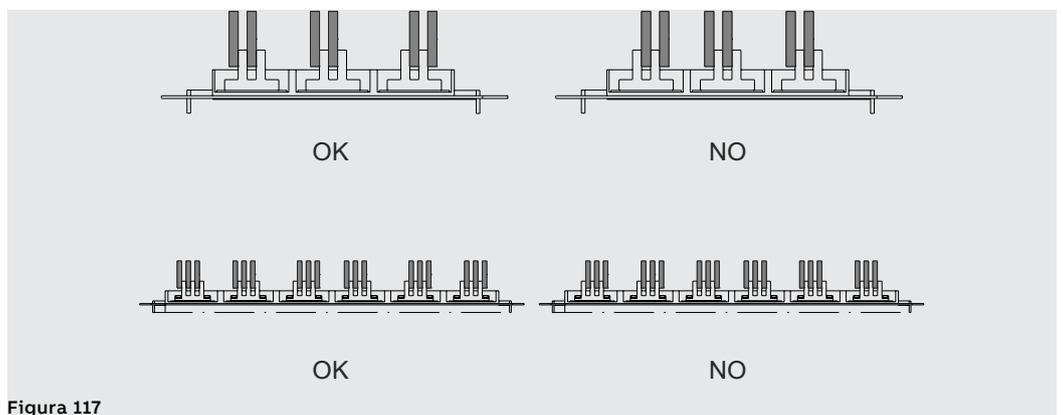

Figura 117
- Garantire che, compatibilmente con il numero di sbarre e di codoli del terminale, le sbarre delle fasi laterali siano il più distanti possibile dalle sbarre della fase centrale. Vedi esempio Figura 117.